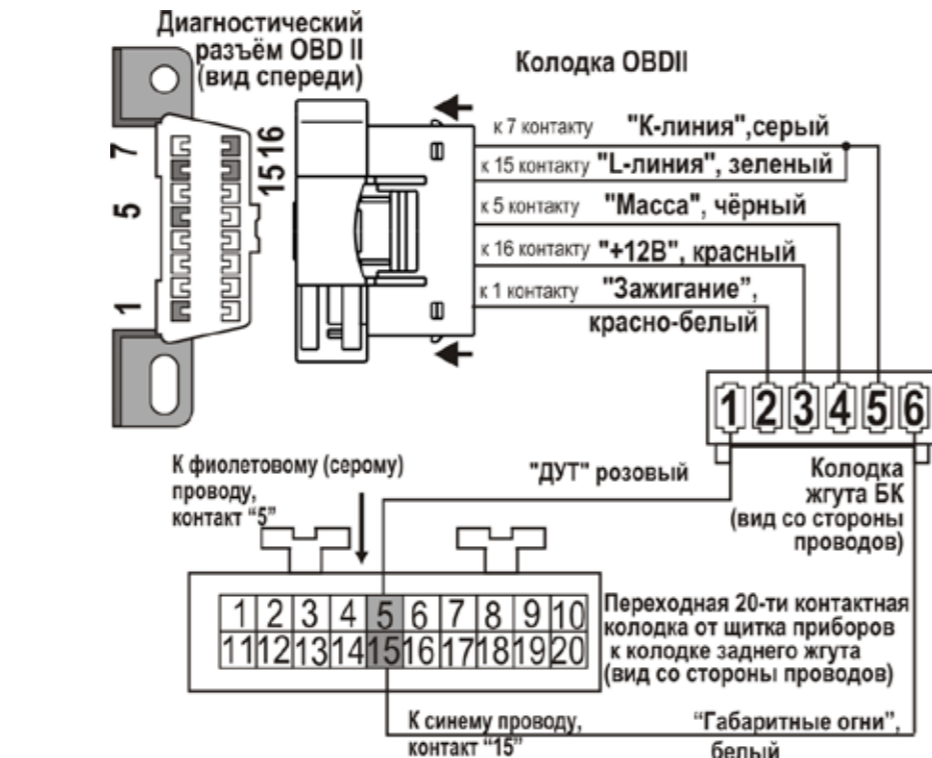
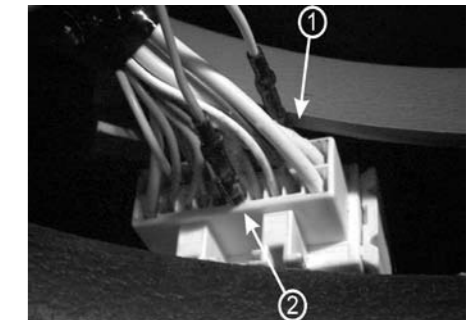
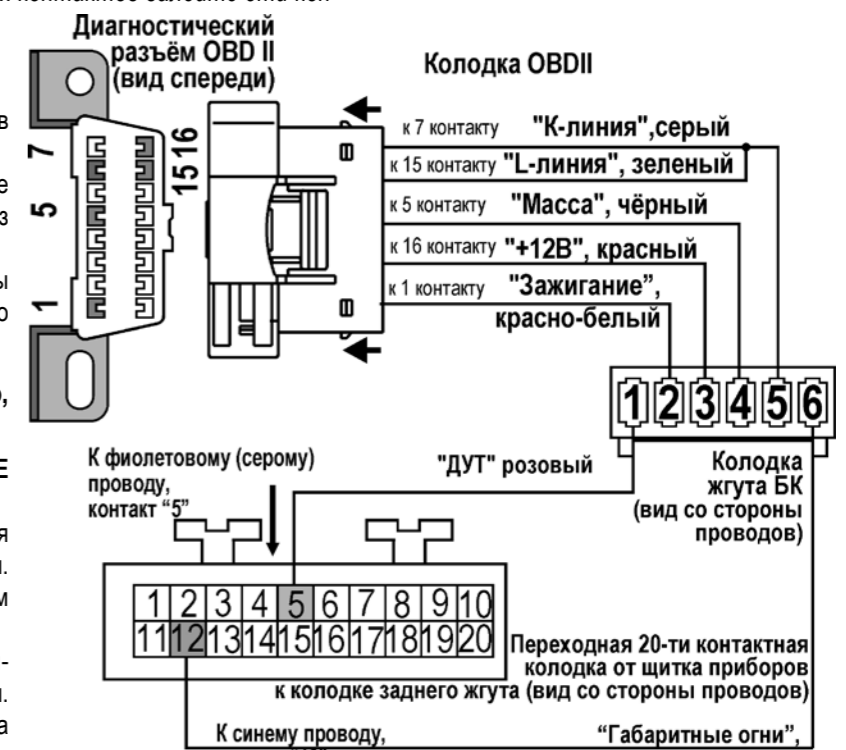

рис.12 Схема подключения к а/м Renault/Dacia Logan серии «Black Line»
рис.9 Вид подключенных проводов к 20-ти контактной промежуточной колодке щитка приборов к колодке заднего жгута а/м Renault/Dacia Logan
рис.8 Схема подключения к а/м Renault/Dacia Logan
3.3 Протяните провода "ДУТ" - датчик уровня топлива (розовый провод жгута БК) и "габаритные огни" (белый провод жгута БК) (Для а/м серии "Black Line" см. схему подключения на рис. 12) от места предполагаемой установки БК к 20-ти контактной промежуточной колодке щитка приборов к колодке заднего жгута (рис.8.) Колодка находится возле водительского сиденья под ковриком в районе междверной стойки. Для этого открутите 2 самонарезающих винта с левой средней стойки. Снимите резиновый уплотнитель передней левой двери в районе водительского сиденья.
Вставьте контакт на розовом проводе "ДУТ" из жгута БК в гнездо № 5 в фиолетовый провод (п.2. рис.9)
Вставьте контакт на белом проводе "габаритные огни" из жгута БК в гнездо № 12 в синий провод. (п.1. рис.9) (Для а/м серии "Black Line": вставьте контакт на белом проводе "габаритные огни" из жгута БК в гнездо № 15 в синий провод. см. схему подключения на рис. 12). Для надежного и долговременного соединения вставленных контактов залейте эти контакты литиевой смазкой.